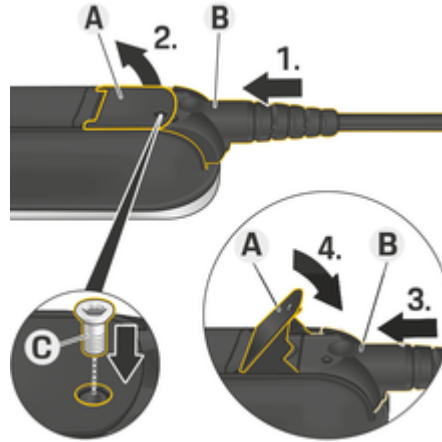

Bild 9: Fästa kabeln och fixera kontakten
- ✓ Spaken **A** (Bild 9) är stängd.
- 1. Skjut in kontakten **B** (Bild 9) till det första motståndet i manöverenheten.
- 5. Skruva fast kontakten **B** med skruven **C** (Bild 9) på manöverenheten.